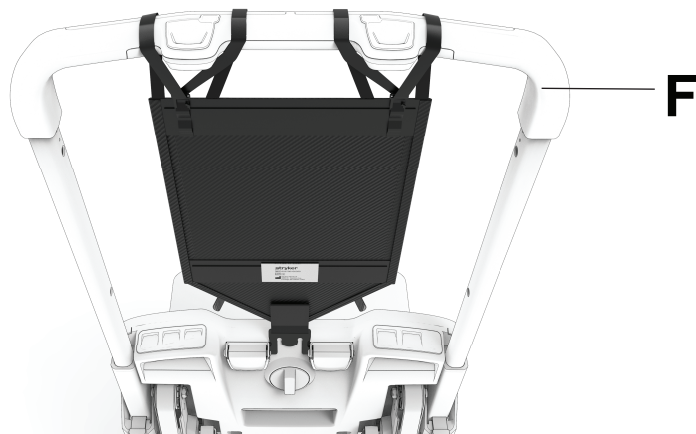

図 33 – ヘッドサポート (オプション) を取り付けた状態
5. グラブバー (F) の高さを調整して、患者の頭部がヘッドサポートに載るようにします (図 33)。